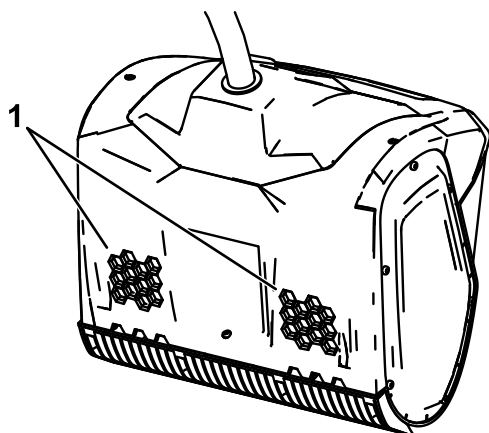

Figura 7
1. Asigurați-vă că nu există gheață sau zăpadă pe orificiile de ventilație din partea din spate a mainii (Figura 7).